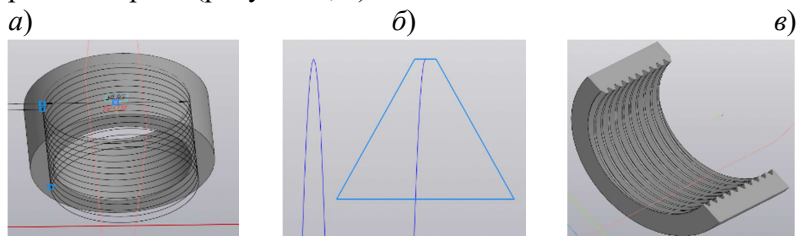

Рисунок 5. Пример построения внутренней резьбы в отверстии
1. В меню *Элементы каркаса* выбирается команда *Спираль цилиндрическая*. Затем в открывшемся окне параметров указывается опорная плоскость, диаметр поверхности, на которой будет находиться резьба, число витков спирали и шаг витков (рисунок 5, а).
2. На начальной точке спирали строится профиль необходимой резьбы (рисунок 5, б). При построении профиля следует руководствоваться ГОСТом (например, для построения профиля метрической резьбы используется ГОСТ 24705-2004).
3. После применяется команда *Вырезать по траектории*, с помощью которой происходит нарезание резьбы на внутренней поверхности, с указанием в качестве траектории построенной ранее спирали (рисунок 5, в).